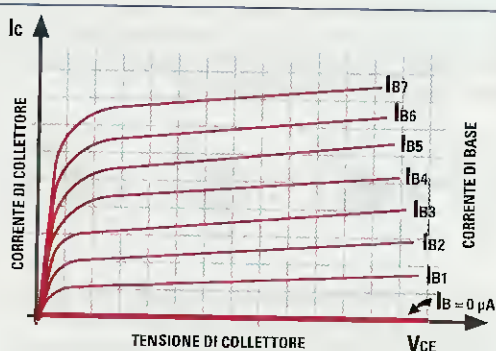
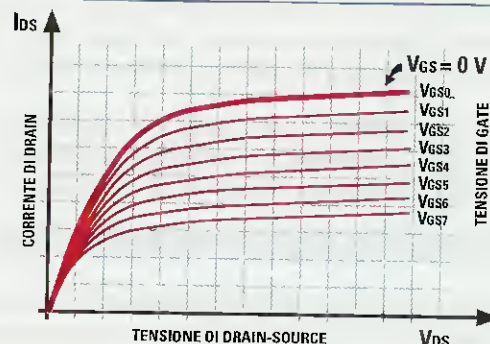

Fig.8 Nei Transistor, la prima traccia Ib0 della Corrente di Base è posta in basso e l'ultima traccia Ib7 è posta in alto.
Fig.9 Nei Fet, la prima traccia Vgs0 della Tensione negativa di Gate è posta in alto e l'ultima traccia Vgs7 è posta in basso.
**Fig.8** Per convertire il numero Decimale 2468 nel rispettivo Esadecimale, dovrete prima cliccare sul cerchietto "Dec" in modo da far apparire al suo interno un "punto" e poi digitare il numero 2468.
**Fig.9** Per convertire il numero Decimale 2468 nel rispettivo Binario, dovrete prima cliccare sul cerchietto "Dec" in modo da far apparire al suo interno un "punto" e poi digitare il numero 2468.
Se, ad esempio, cliccate sul piccolo cerchietto con la scritta **Dec** (vedi fig.8), potrete scrivere nella calcolatrice qualsiasi numero **Decimale**. Così, se scriverete il numero **2468** e poi cliccherete sul cerchietto con la scritta **Hex** (vedi fig.8), che significa **Esadecimale**, vedrete apparire il numero **9A4**. Se invece cliccate sul cerchietto **Bin**, che significa **Binario** (vedi fig.9), vedrete apparire: **1001-1010-0100**.
in basso (vedi fig.8) non la prendiamo in considerazione, quindi in pratica conteggiamo solo 7 tracce. Anche nei Fet applichiamo una rampa a 8 gradini, ma poichè questa è negativa e la 1° traccia dello 0 risulta posta in alto (vedi fig.9), dobbiamo sempre tenerla in considerazione, quindi li conteggiamo tutti 8 partendo dall'alto verso il basso.